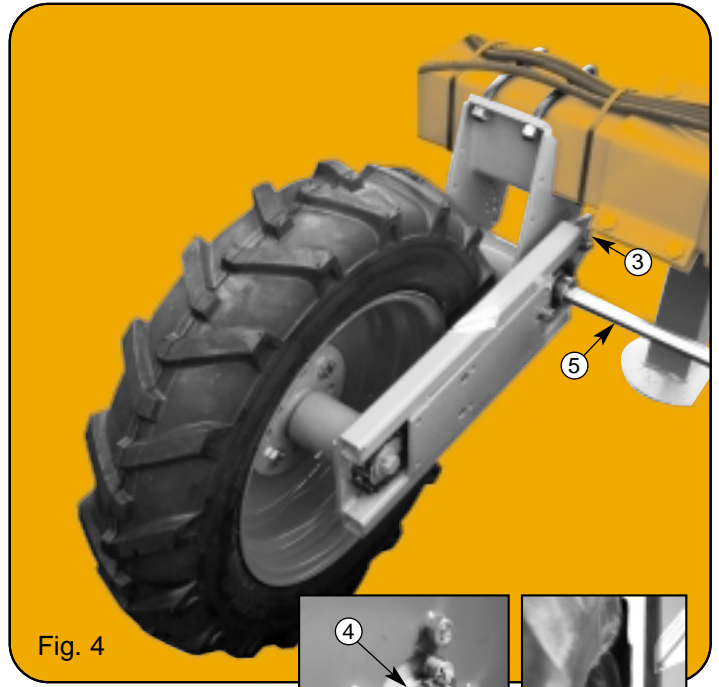

Fig. 4
**Blocs roues :** - Version standard simple (fig. 4).
**Wheel blocks :** - Simple standard version (fig. 4).
**Radblöcke :** - einfache Standardversion (Fig. 4).
**Blocs ruedas :** - Versión standard simple (fig. 4).